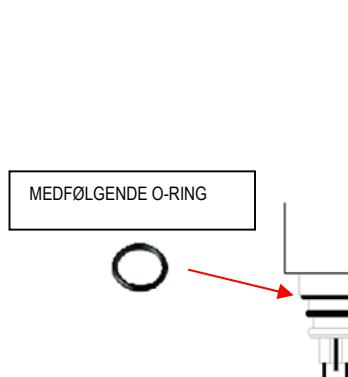

Fig. 4
- Den medfølgende O-ring skal plasseres nedenfra under festemutteren på varmeapparatet (Fig. 4).